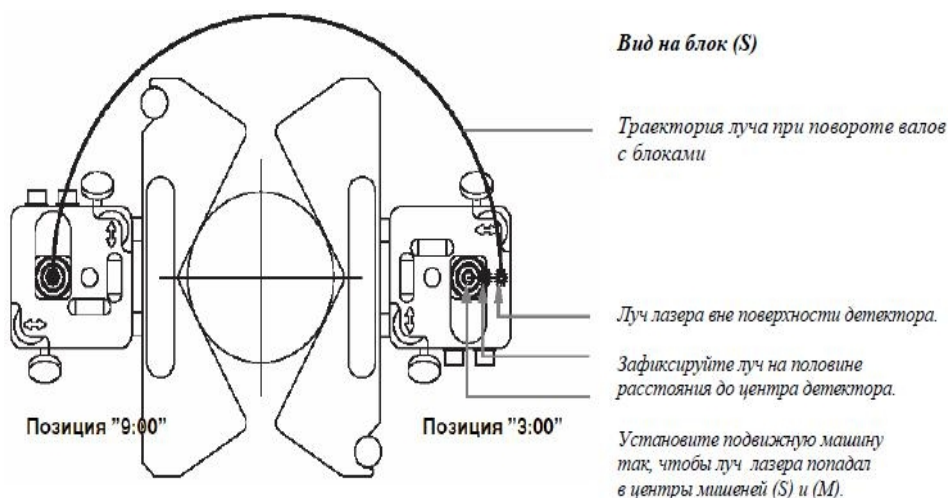

Рисунок 8 - Грубая центровка (вариант 1)
Порядок грубой центровки (вариант 1), (Рис. 8):
3. Отметьте, куда попадает луч лазера, затем регулировочными винтами лазера переместите луч на половину расстояния до центра мишени (рис. 8).
4. Отрегулируйте подвижную машину так, чтобы луч лазера попадал в центры обеих мишеней (S) и (M).